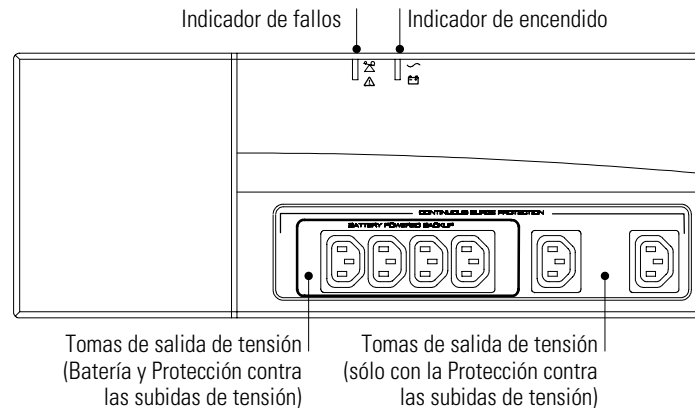
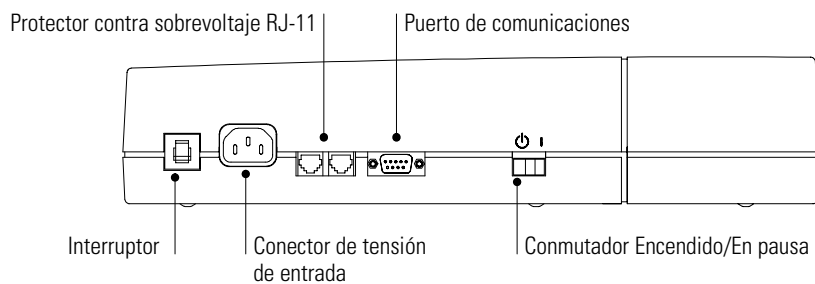
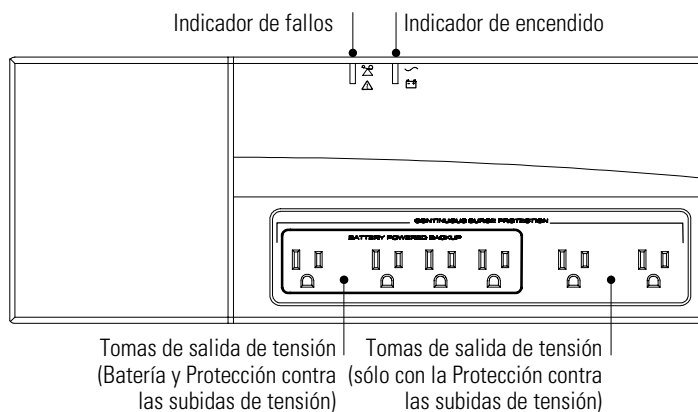
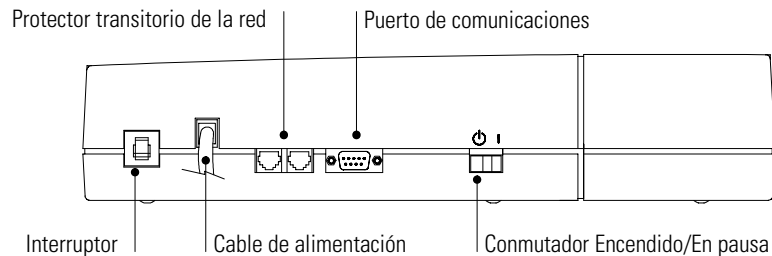

Figura 1. Modelo 230V Panel superior
Figura 2. Modelo 230V Panel lateral
Figura 3. Modelo 120V Panel superior
Figura 4. Modelo 120V Panel lateral
3. Inicie el SAI accionando el | conmutador (conmutador) como se muestra en Figura 2 o Figura 4 de la página 94. El indicador de potencia se ilumina e indica que las tomas de la tensión de salida del SAI tienen corriente.
Figura 1 y Figura 2 muestran las características de las unidades Modelo 230V (Europa), que disponen de un conector para el cable de entrada de tensión y IEC tomas de salida de tensión. Figura 3 y Figura 4 muestran las características de las unidades Modelo 120V (EE.UU.) con el cable de entrada de tensión.